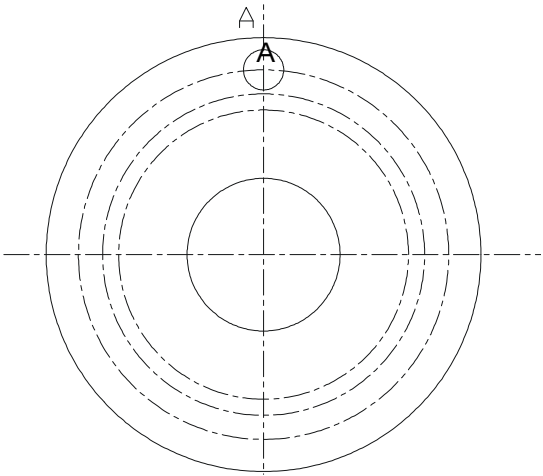

图 3-3-10
(6) 在“实线”层上使用 CIRCLE 命令绘制螺栓联结孔中心线圆,其直径为 5,如图 3-3-10 所示。其具体操作如下:
指定圆的圆心或 [三点(3P)/两点(2P)/相切、相切、半径(T)]: 捕捉 A 点,如图 3-3-10 所示	// 指定圆的圆心